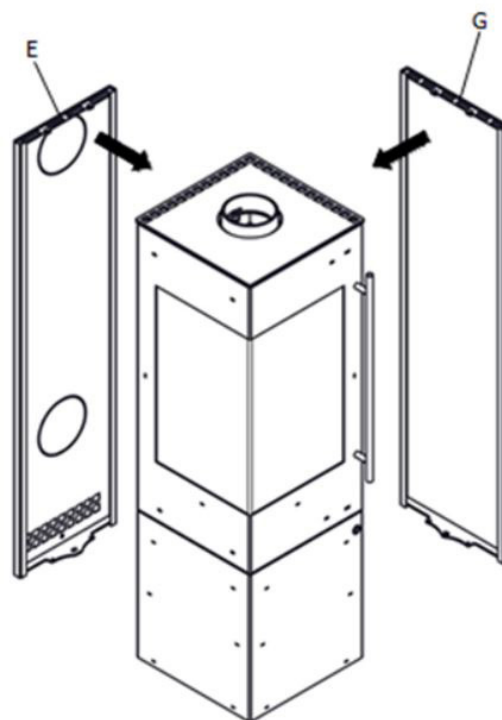

Abb. 3
- Rückwand (E) und Seitenwand (G) abnehmen und tauschen (siehe Abb.3+4).